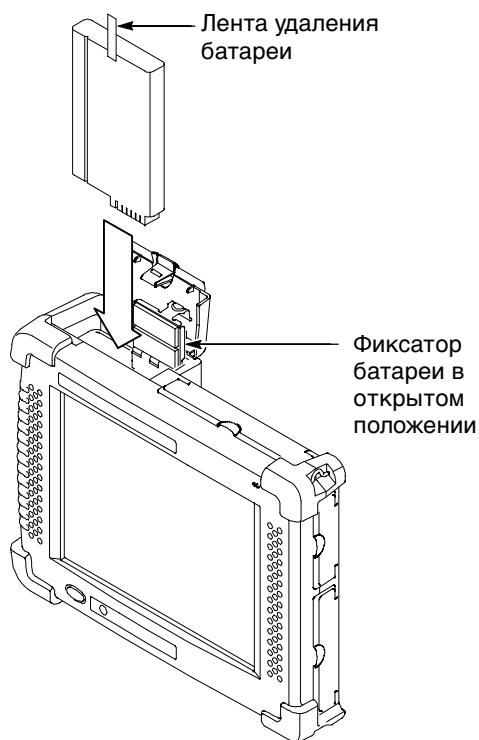

Рис. 2-4: Установка батареи
7. Поместите батарею над анализатором. Электрические контакты на дне батареи должны быть направлены так, как показано на рис. 2-4.